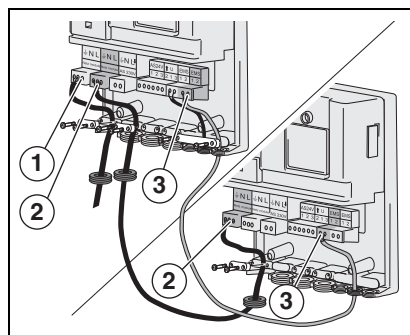

Fig. 4 Branchement de plusieurs modules, raccordement au secteur
Il est possible de relier plusieurs modules (p.ex. EM10 et VM10). Pour relier deux ou plus de modules, il est toujours possible de ponter le raccord du secteur (→ fig. 4, [2]) et le raccord EMS (→ fig. 4, [3]).
- ▶ Raccorder le thermostat Logamatic RC au câble du bus EMS (→ fig. 4, [3]).
- ▶ Branchez au secteur le raccord 230 VCA (→ fig. 2, [1] et fig. 4, [1]).